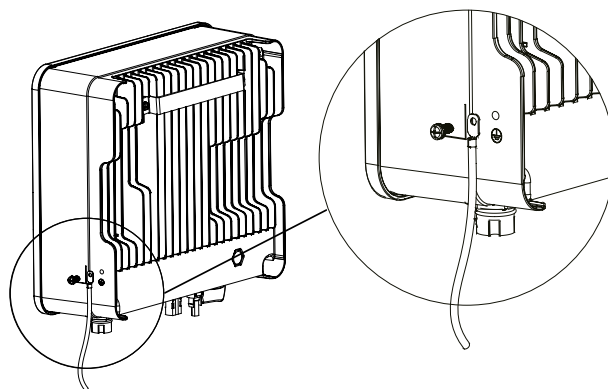

Fig. 16. Raccordement de la borne de terre.
2. Fixer cette borne au câble PE à l'aide d'un outil approprié et le bloquer à l'orifice de mise à la terre situé le côté inférieur droit de l'inverseur (cf. Fig. 16).